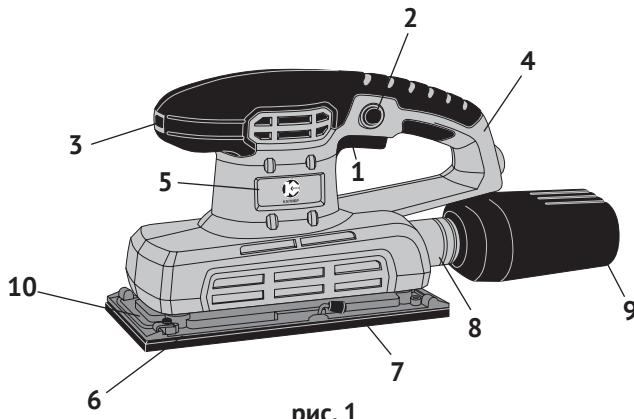

рис. 1
1.6 Общий вид шлифмашины представлен на рис.1
1.7 Коллекторный двигатель (расположен вертикально) и вибромеханизм шлифмашины крепятся в пластиковом корпусе (рис.1 поз.5). Корпус, выполненный заодно с рукояткой (рис.1 поз.4) и патрубком пылеотвода (рис.1 поз.8), состоит из 2-х частей (правой и левой) и привинчен к алюминиевому основанию (рис.1 поз.10). Крутящий момент якоря электродвигателя преобразуется эксцентриковым механизмом в возвратно-поступательное движение основания с небольшой амплитудой, но высокой скоростью. На подошву (рис.1 поз.7) крепится двумя зажимами (рис.1 поз.6) основания или на липучку абразивный шлифовальный лист. Шлифовальный (полировальный) лист – основной рабочий инструмент шлифмашины.
1.8 Клавиша выключателя (рис.1 поз.1) расположена в нижней части рукоятки (рис.1 поз.4).
Включение шлифмашины осуществляется нажатием на клавишу выключателя указательным пальцем. Фиксация клавиши в рабочем положении, осуществляется кнопкой (рис.1 поз.2), расположенной слева на рукоятке. При повторном нажатии на клавишу, кнопка фиксации (со щелчком) и клавиша возвращаются в исходное положение - выключено.
В передней части расположжен диск (рис.1 поз.3) регулятора оборотов (частоты вибрации). С его помощью устанавливается необходимая частота колебаний основания. В задней части корпуса шлифмашины выступает патрубок пылеотвода (рис.1 поз.8). На него крепится пылесборник (рис.1 поз.9, входит в комплект по-
- поднимите рычаг зажима (рис.1 поз.6) в передней части основания;
Для очистки пылесборника (рис.1 поз.9):
- повернуть крышку пылесборника против часовой стрелки, до совпадения выступов на цилиндрической части крышки с пазами в патрубке (рис.1 поз.8) и снять пылесборник с патрубка;